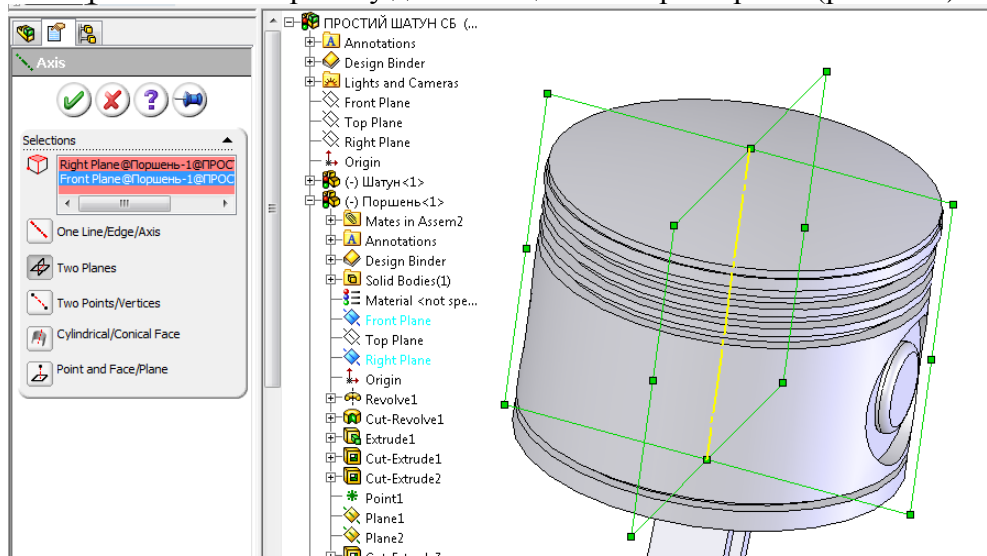
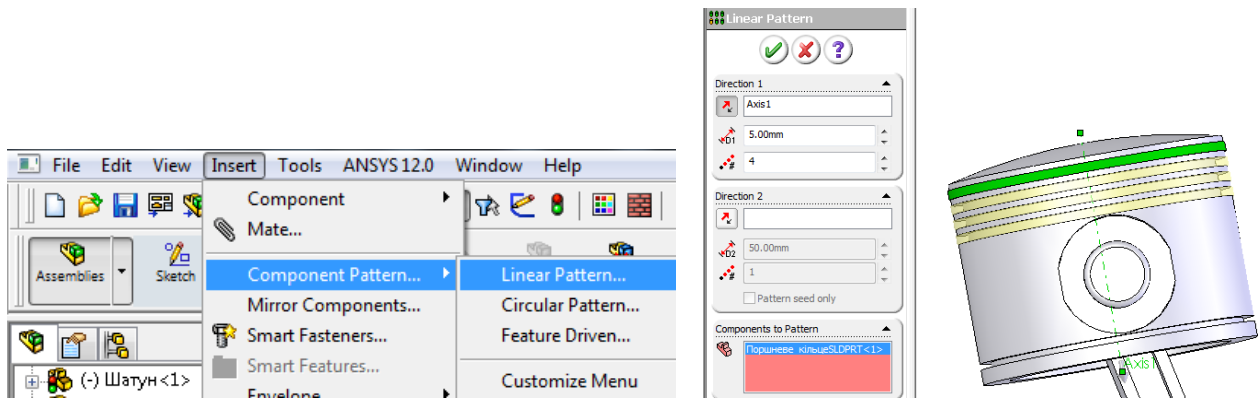

Рис. 7.3.8. Вісь масиву
Рис. 7.3.9 Масив поршневих кілець
5. Використовуючи інструмент лінійний масив (ВСТАВКА->МАСИВ КОМПОНЕНТОВ->ЛИНЕЙНИЙ МАССИВ), розмножите поршневе кільце у відповідні канавки (рис. 7.3.9). Крок – 5, кількість - 4. У якості направляючої вкажіть довідкову вісь, яку ви маєте створити на базі перетину двох площин симетрії поршня (рис.7.3.8).